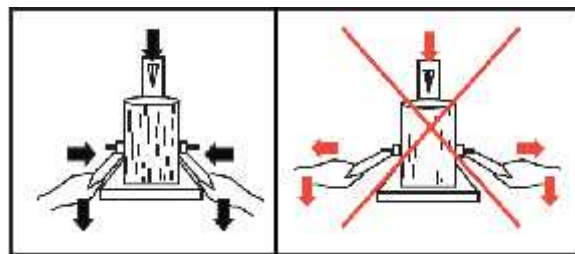

Fig.19
c) Mantenere el ceppo con le bracci de sostegno. (Fig.19) tenendo le leve di comando.
Non apra mai le bracci di sostegno mentre il ceppo sta muovendosi! (Fig.19)
3. Tenere la legna in posizione con le braccia di sostegno (18).
4. Azionare contemporaneamente le due leve di comando per iniziare la spaccatura.(Fig.19)